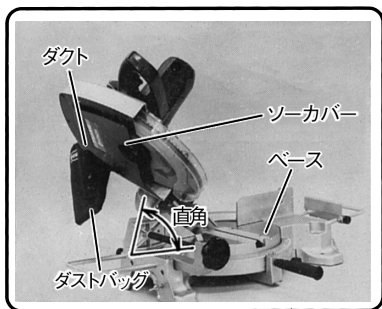

図 35
- (1) ダストバック内に切りくずがいっぱいになると、手前に切りくずが飛散します。いっぱいになる前にダストバックより切りくずを取り除いてください。
- (2) 傾斜切断の際は、図35のようにベース面とほぼ直角になるようダストバックを取付けてご使用ください。